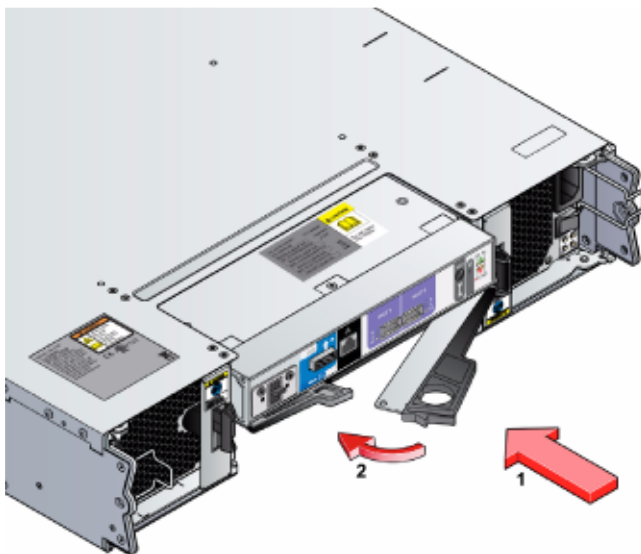

図3-17 RAIDコントローラーモジュールのインストール
2. ラッチが開いた状態でRAIDコントローラーを筐体にスライドさせます。（図3-17参照）